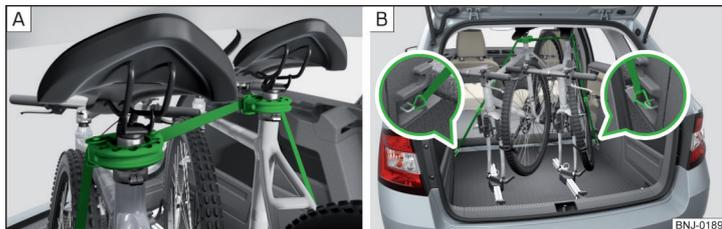

Fig. 109 Assegurar a estabilidade das bicicletas com uma cinta
- Ao transportar duas bicicletas estique a cinta entre os selins, afastando as bicicletas uma da outra » Fig. 109 - [A].
- Engate os mosquetões nas extremidades das cintas nos olhais de fixação inferiores por trás dos bancos traseiros » Fig. 109 - [B].